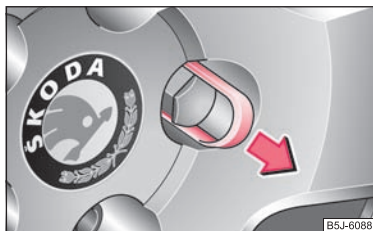

Abb. 150 Radwechsel: Abdeckkappe von der Radschraube abziehen
- Ziehen Sie die Kappe mit der **Kunststoffklammer** ab ⇒ Seite 190, Abb. 150.